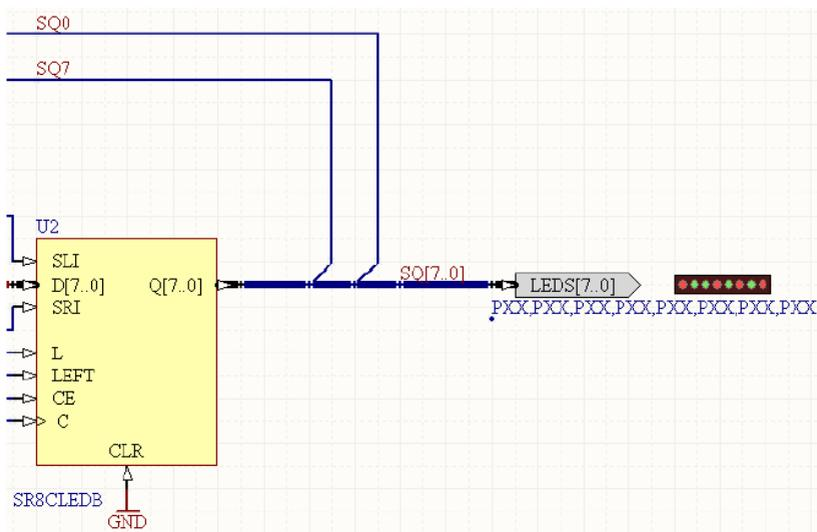

Рис. 33. Шина *SQ* для подключения порта *LED*
Для подключения порта *LED* к *SR8CLEDB* создайте шину *SQ* [7...0], как показано на рис. 33.
- Добавьте входы в шину (рис. 33). Укажите *Place | Bus Entry [P, U]* и поместите входы в шину от проводников *SQ0* в шину *SQ* [7...0]. Используйте клавишу пробела во время размещения для поворота входов в шину. По завершении ввода выйдите из режима размещения.